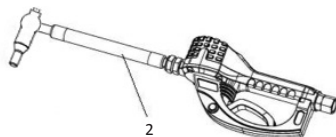

FIG. 3
1. Gånga förlängningsröret (2) i mätuttaget med minst tre fulla varv (FIG. 3). Använd inte ett vrid-/lås- eller manuellt avstängningsmunstycke. Du måste använda ett automatiskt munstycke på mätaren, annars kan mätaren skadas.